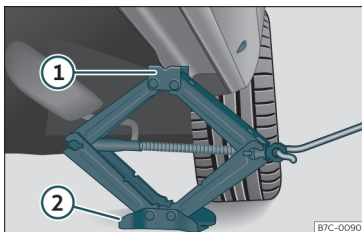

Abb. 39 Längsholm: Wagenheber ansetzen.
• Drehen Sie die Kurbel des unter dem Aufnahmepunkt des Längsträgers befindlichen Wagenhebers*, bis sich die Nase **①** >>> **Abb. 39** unter der vorgesehenen Einführung befindet.
• Richten Sie den Wagenheber* so aus, dass sein Aufnahmehorn **①** in die dafür vorgesehene Aufnahme am Längsträger „greift“ und die bewegliche Grundplatte **②** plan auf dem Boden aufliegt. Die Bodenplatte **②** muss sich dabei senkrecht unter dem Aufnahmepunkt **①** befinden.